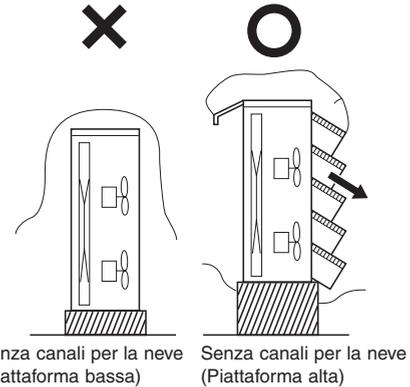

Fig. 2-9
- La piattaforma dovrebbe avere un'altezza superiore a quella massima raggiungibile dalle nevicate. (Fig. 2-9)